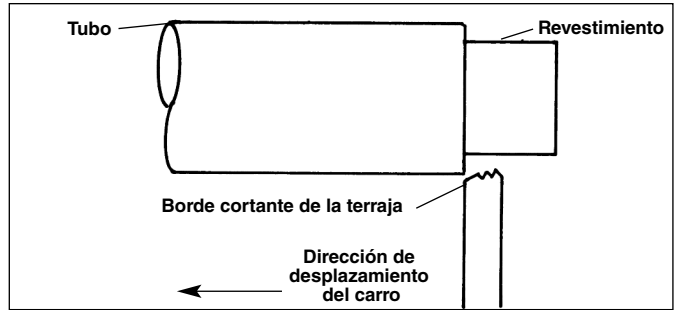

Figura 6 – Terrajas al ras con el extremo del tubo
4. Mueva el carro para que el borde cortante de las terrajas esté al ras con el extremo del tubo (Figura 6).
5. Empuje la palanca de liberación hasta que descansa sobre la parte superior de la placa de cierre, como se muestra en la Figura 6. Esto sirve para colocar las terrajas en la posición correcta para iniciar el roscado.